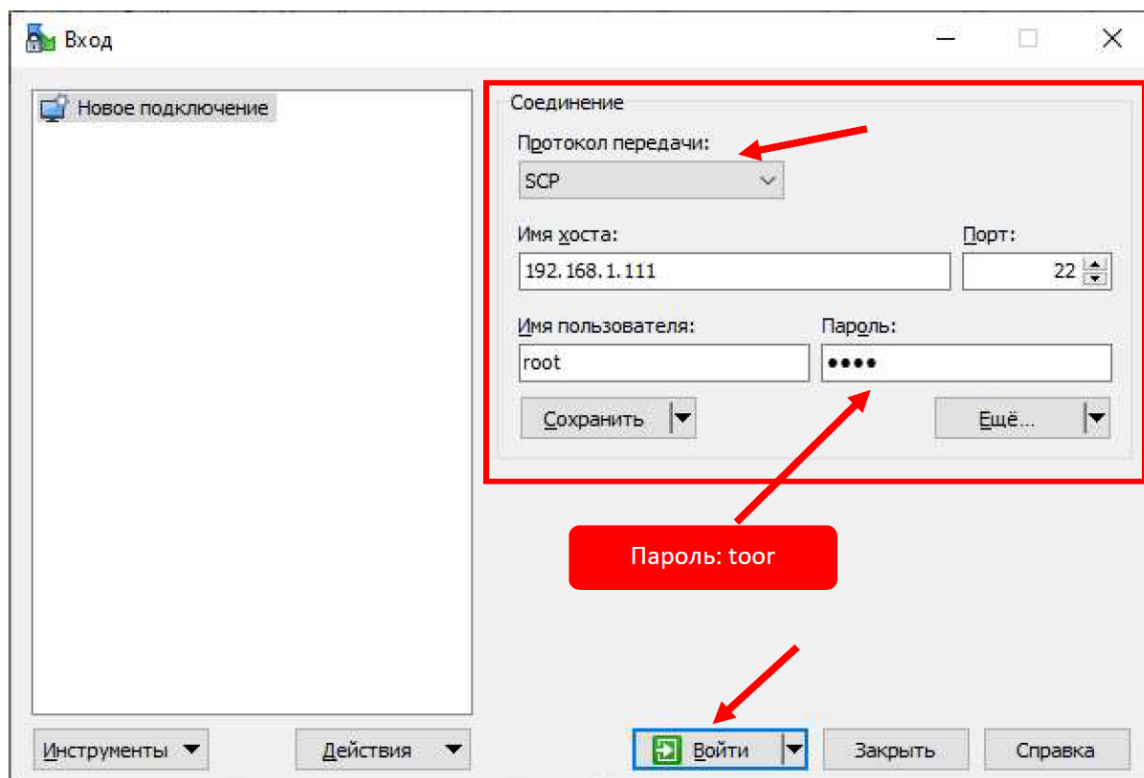

Рисунок 8 – «Настройки соединения контроллера»
3. Ввести IP адрес контроллера и выставить настройки как на скриншоте ниже (Рисунок 8). Далее нажать кнопку “Войти” и нажать в появившемся окне подтверждения кнопку “Да”